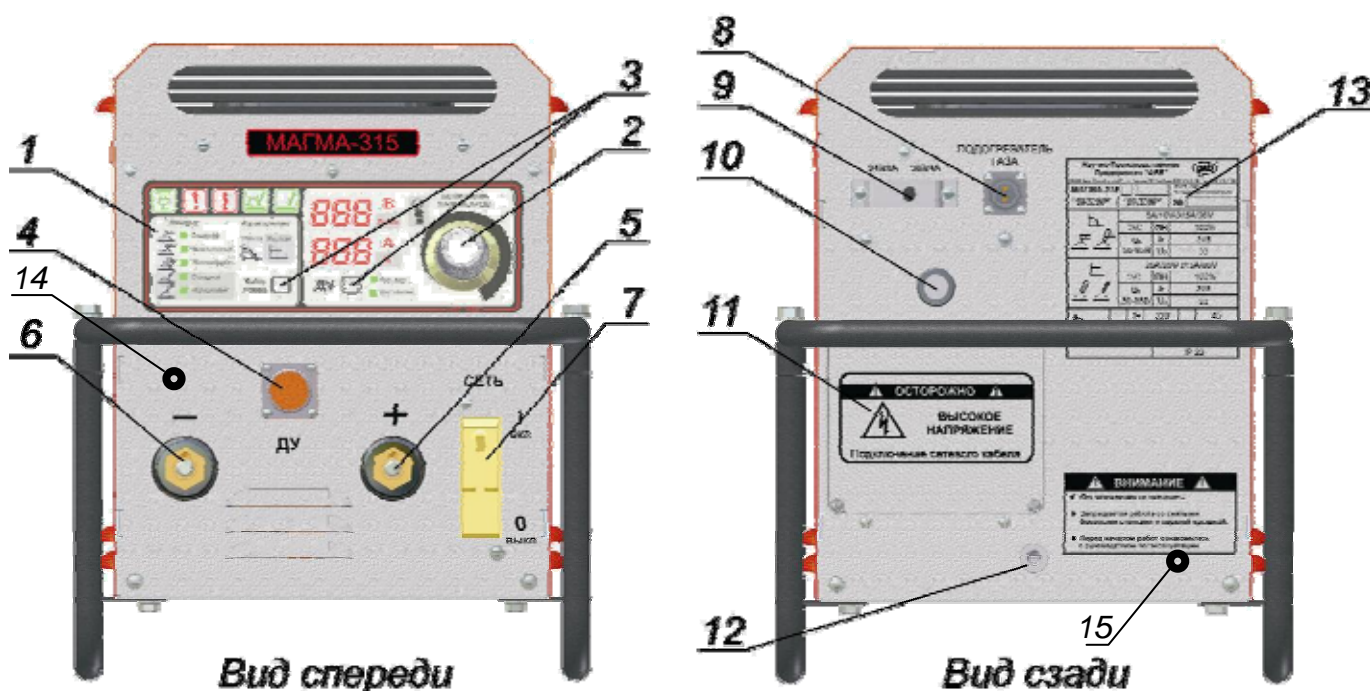

Рис. 3. Расположение элементов на панелях источника.
2.4.1. На передней и задней панелях источника расположены следующие элементы (см. Рис. 3):